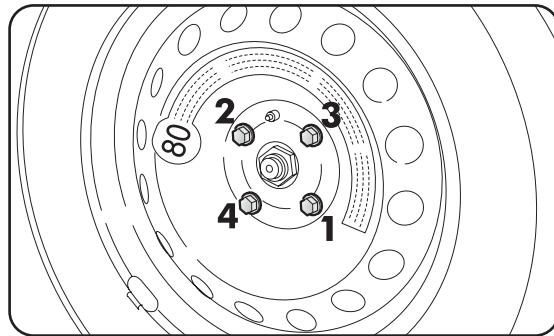

fig. 9
- à l'aide de la clé A-fig. 5, visser les boulons à fond, en passant d'un boulon à celui diamétralement opposé, suivant l'ordre illustré sur la fig. 9
- visser à fond les boulons, à l'aide de la clé A-fig. 4, suivant l'ordre illustré (fig. 9);